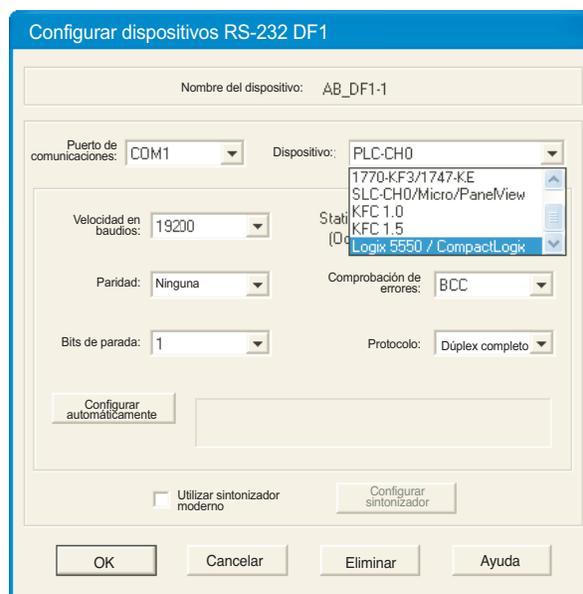

Imagen 4.3.21e Configuración de dispositivos RS-232 DF1
3. Haga clic en «Añadir nuevo» e introduzca un nombre de controlador adecuado en la ventana emergente que aparece. Haga clic en «Aceptar». La ventana «Configurar dispositivos RS-232 DF1» se abre (imagen 4.3.21e).